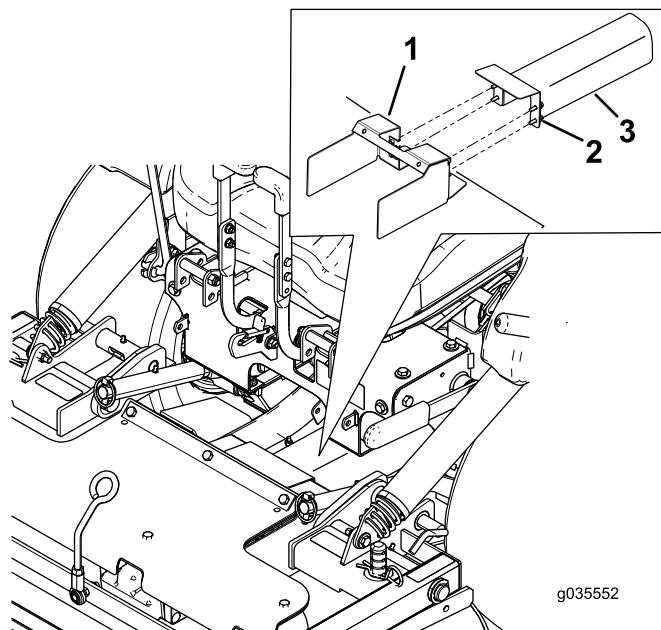

Figura 10
4. Afloje los pernos y retire los protectores metálicos, tal y como se muestra en la Figura 10.
- Instale los protectores metálicos y los pernos, tal y como se muestra en la Figura 10.